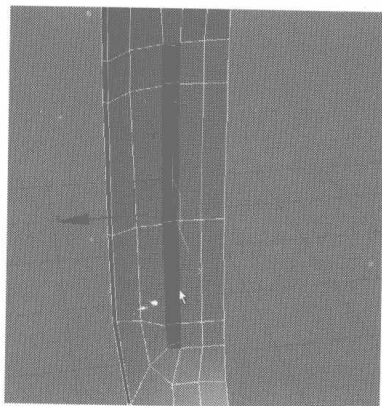
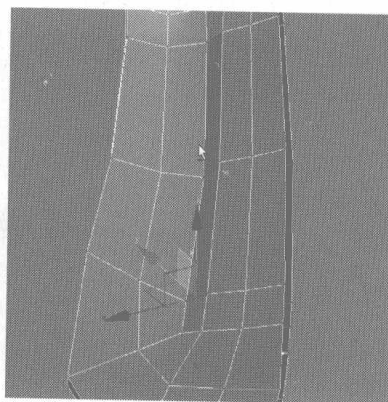

图 3.107
图 3.108
- 20** 选择如图 3.107 所示的曲线，单击右键，在弹出的快捷菜单中选择 Cap 命令，添加一个封闭的面，然后在该面上再添加三条细分边线，如图 3.108 所示。